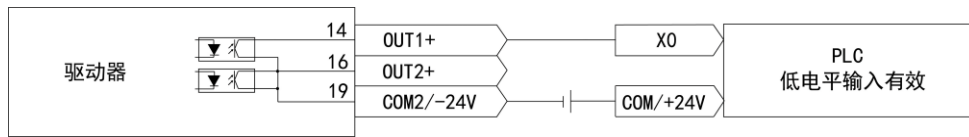

图2-5 NPN输入接线方式
- 图2-5显示了带有默认IO功能的接线，更多的IO功能可以通过上位机调试软件定义。有关更多IO功能的详细信息，请参见相关章节。
- 对于数字信号输出，如图2-5所示为NPN接线。